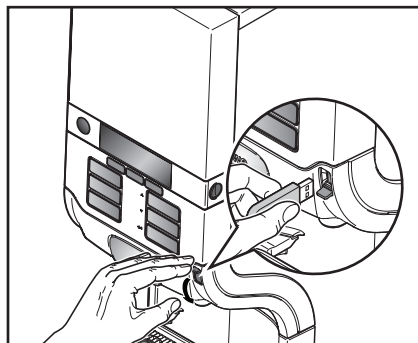

图 23
- 将USB开启钥匙（闪盘）插入机器的USB插口，以便临时输出饮料。（图 23）